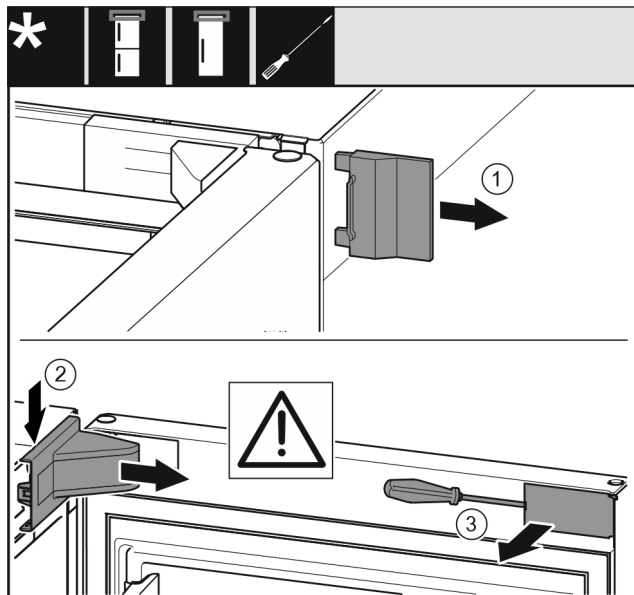

Fig. 12 \*
- Retire la cubierta exterior Fig. 12 (1).\*
- Retire la cubierta del soporte del cojinete Fig. 12 (2) y suéltela.\*
- Desenganche la tapa ciega Fig. 12 (3) con un destornillador de punta plana y gírela hacia un lado.\*